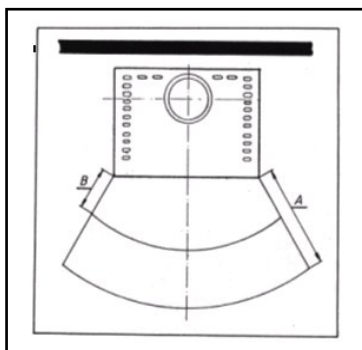

fig. 4
Per gli elementi costruttivi, i mobili e i tessuti di arredamento in infiammabili situati nella zona di irraggiamento della stufa è necessario rispettare una distanza minima di **80 cm** (A), misurati dal bordo anteriore dell'apertura del focolare. La distanza di sicurezza si riduce ai **40 cm** (B) qualora di fronte all'elemento sia installata una protezione areata (v. fig. 4).